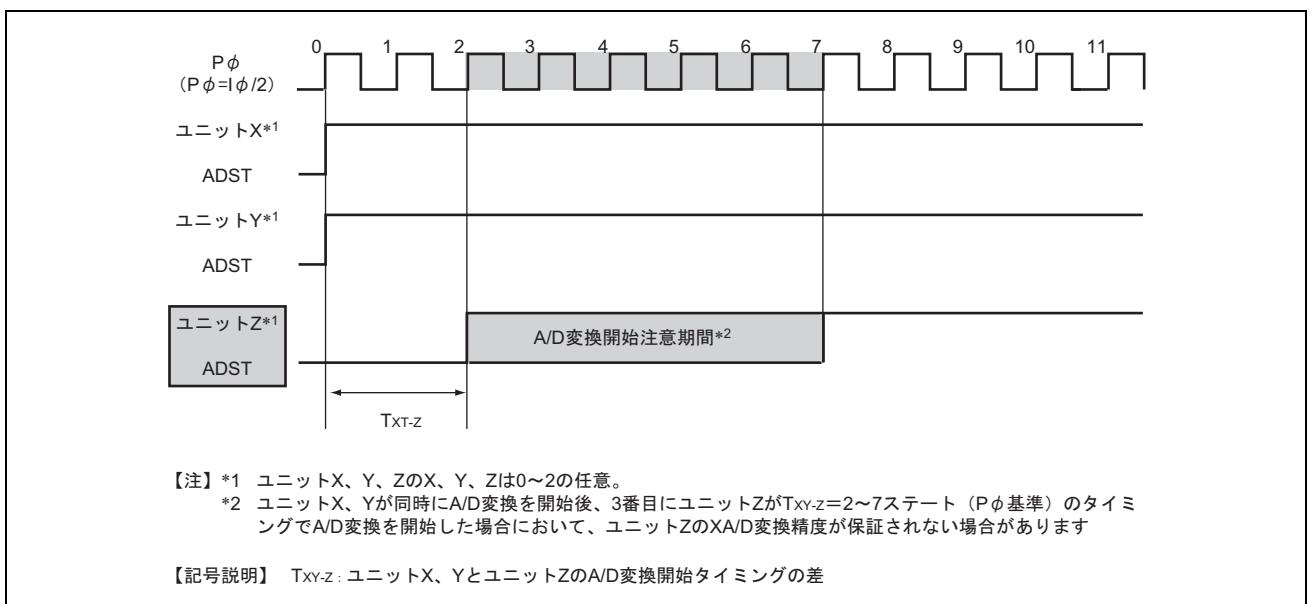

図 19.14 3番目にA/D変換を開始したユニットZの、A/D変換精度が保証されない場合の動作タイミング1
- 図19.14に示すように、ユニットX、Yが同時にA/D変換を開始後、3番目にユニットZが $T_{XY-Z}=2\sim7$ ステート ( $P_\phi$ 基準) のタイミングでA/D変換を開始した場合において、ユニットZのA/D変換精度が保証されない場合があります。